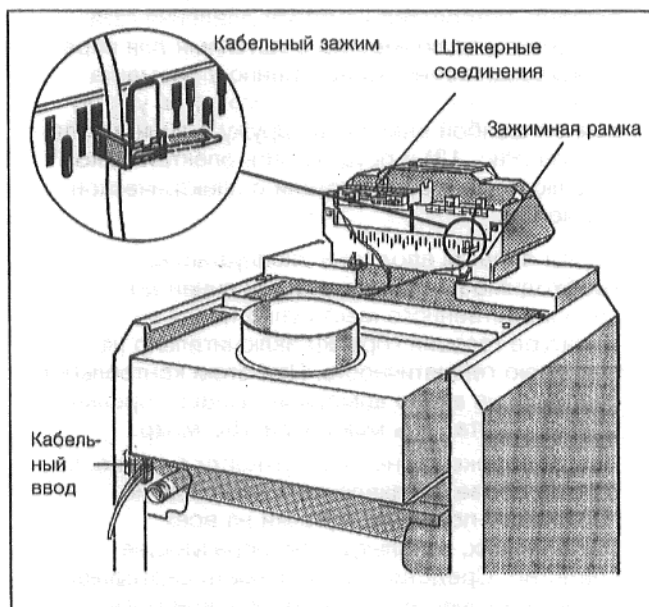

Рис. 11: Штекерные соединения и кабельный зажим
- Электрические соединительные линии потребителя провести сзади через кабельный ввод в кабельный канал к устройству регулирования (Рис. 11).
- Подключить соединительные элементы потребителя к штекерным соединениям устройства регулирования согласно электрической схеме (Рис. 11).
- Все линии необходимо закрепить посредством кабельных зажимов: Вставить кабельный зажим с вложенной линией сверху в прорезь зажимной рамки; лапка рычага при этом должна быть направлена вверх. Подсунуть кабельный зажим и прижать. Перевести рычаг вверх (Рис. 11).